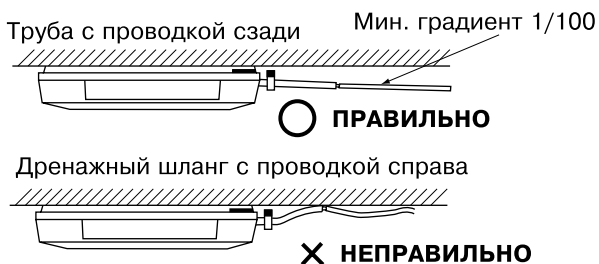

Рис. 27
- Во избежание образования воздушных пробок используйте короткую дренажную трубу и обеспечивайте ее наклон вниз с градиентом не менее 1/100. (См. рис. 27)